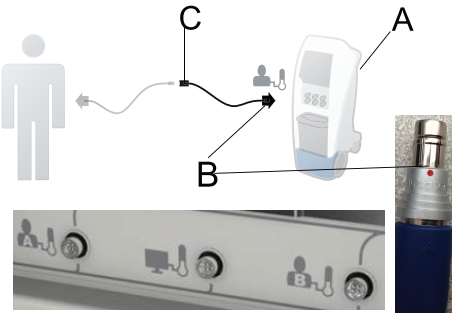

Figura 5 –
- Alinee el punto rojo del **cable de adaptador reutilizable** (B) con el puerto A o B para la sonda del paciente del controlador (A) (Figura 5).